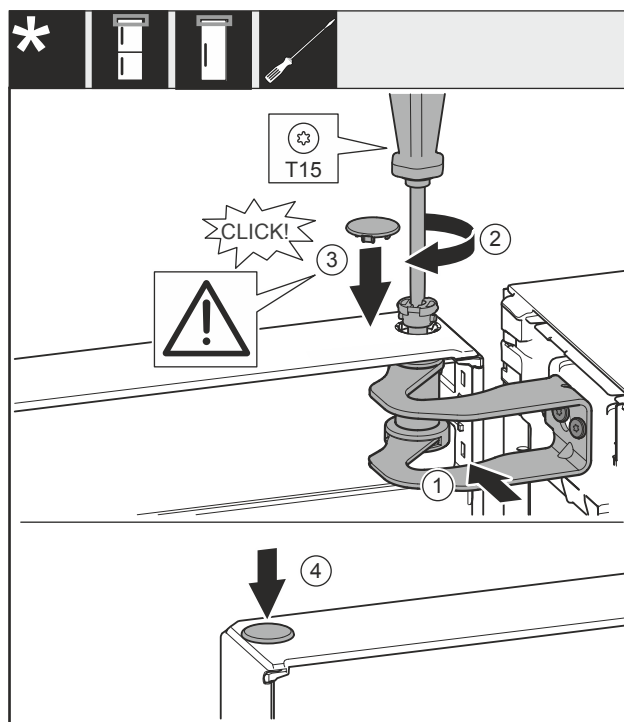

Fig. 24
- ▶ Igazítsa a csapágybak Fig. 24 (1) nyílásához az ajtót.
- ▶ Helyezze be a csapszeget Fig. 24 (2), és húzza meg csavarhúzóval.
- ▶ Helyezze be a fedelet Fig. 24 (3).
- ▶ Ellenőrizze, hogy a fedél Fig. 24 (3) felfekszik-e az ajtóra.
- ▶ Helyezze be a fedelet Fig. 24 (4).